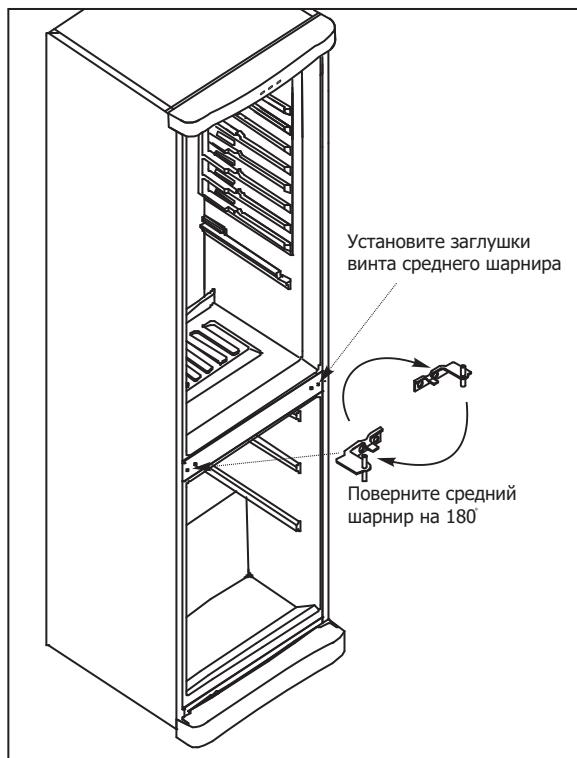

Рисунок 8.
**6** - Поверните средний шарнир на 180° . Установите двери морозильной и холодильной камер вместе со средним шарниром. (Повторяйте действия, описанные в пункте 2 в обратном порядке). Зафиксируйте средний шарнир, плотно закрутив винты (Рис. 8). Установите нижнюю защитную панель и две заглушки винта среднего шарнира.